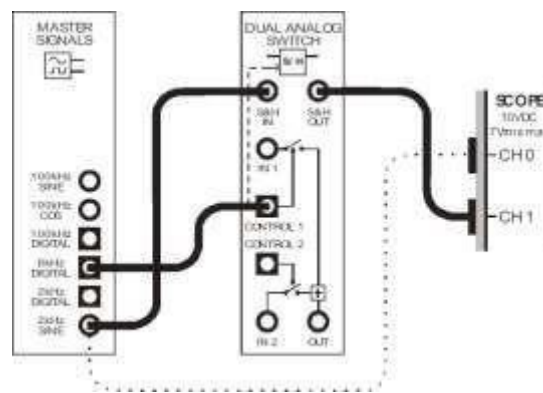

Figura 4.2
3. En el Módulo DUAL ANALOG SWITCH conecte la señal de 2KHz SINE a la entrada S&H IN y la señal de 8KHz DIGITAL a la entrada CONTROL 1 (Figura 4.2).